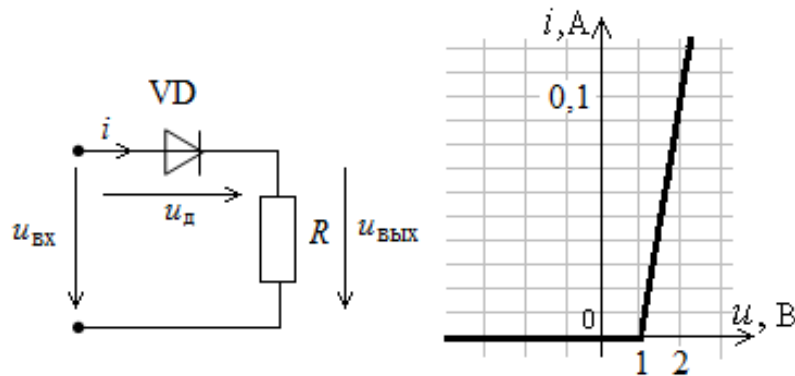

Рис. 4П
7. На рис.4П показана вольтамперная характеристика диода. Постройте кривые мгновенных значений напряжения на диоде и выходного напряжения, если действующее значение синусоидального напряжения на входе $U=5$ В, сопротивление линейного резистора $R=100$ Ом.